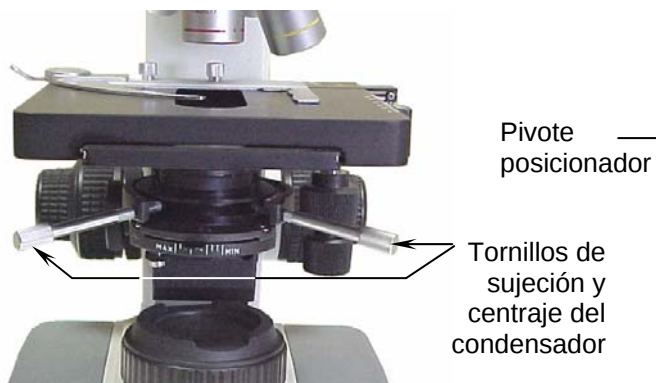

Fig. 2
- c. Desenrosque los tornillos de fijación y centraje del condensador (Fig. 2).
4. Centrando el condensador a través de los tornillos de fijación y centraje (Fig. 2) conseguirá centrar el diafragma de campo.